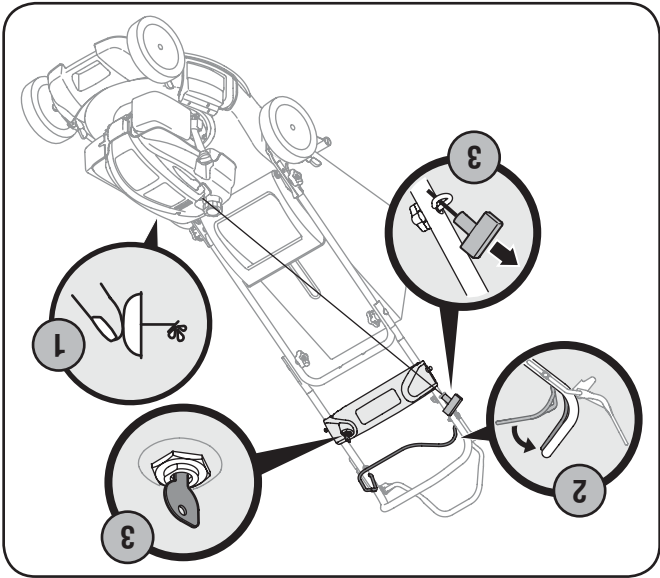

Figure 5-4
1. Appuyez 3 fois sur l'amorceur. Attendez environ 2 secondes entre chaque pression. Voir la Fig. 5-4. Si la température est inférieure à 10° (50°F), appuyez 5 fois. Lorsque le moteur est chaud, une seule pression peut être suffisante, quelle que soit la température.
3. **Démarrage à lanceur :** Tirez sur la poignée du démarreur jusqu'à ce que vous sentiez une légère résistance, puis tirez plus rapidement pour surmonter la compression, empêcher le recul et faire démarrer le moteur. Répétez au besoin. Voir la Fig. 5-4.